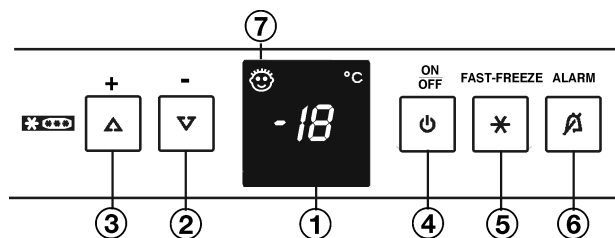

Fig. 2
- ▶ Toets On/Off *Fig. 2 (4)* indrukken.
- ▶ Instelmodus activeren: toets Fast-Freeze *Fig. 2 (5)* ca. 5 s indrukken.
- ▶ Met insteltoets "+" *Fig. 2 (3)* en insteltoets "-" *Fig. 2 (2)* h kiezen.
- ▶ Bevestigen: toets Fast-Freeze *Fig. 2 (5)* kort indrukken.
- ▶ Display lichter instellen: insteltoets "+" indrukken *Fig. 2 (3)*.
- ▶ Display donkerder instellen: insteltoets "-" indrukken *Fig. 2 (2)*.
- ▶ Bevestigen: toets Fast-Freeze *Fig. 2 (5)* indrukken.